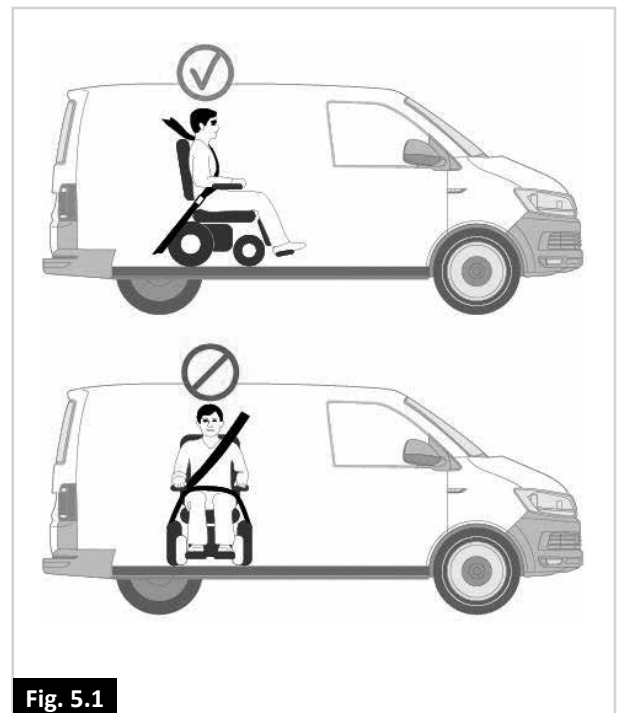

Fig. 5.1
- Der Rollstuhl sollte nach vorne gerichtet gesichert werden. Der Rollstuhl ist für die Verwendung in Fahrzeugen zugelassen und erfüllt die Anforderungen für den Transport in Fahrtrichtung und Frontalaufprall. Der Rollstuhl wurde nicht für andere Positionen in Fahrzeugen getestet (Fig. 5.1).